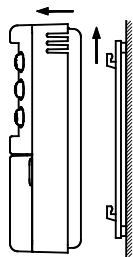

Fig. 1
1. Décrocher la plaque murale enfoncée sous la base du chronothermostat comme indiquée dans la Fig. 1.